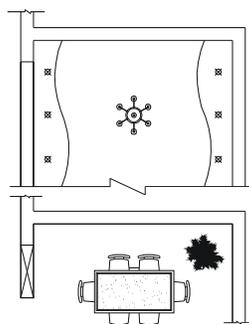

图 8-1-17
**STEP 01** 使用修剪命令 TRIM 整理出如图 8-1-17 所示的局部平面图和天棚图。